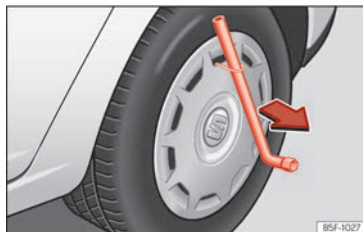

Abb. 249 Die Radvollblende vom Rad abnehmen.
- Radschlüssel durch den Drahtbügel schieben, am Reifen abstützen und Radvollblende abziehen »» (Abb. 249).